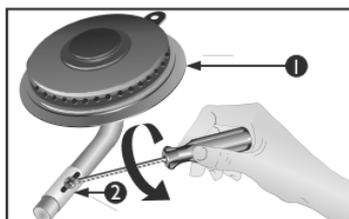

Figura 2
- Con un destornillador afloje el tornillo del regulador de aire primario (Ver figura 2).